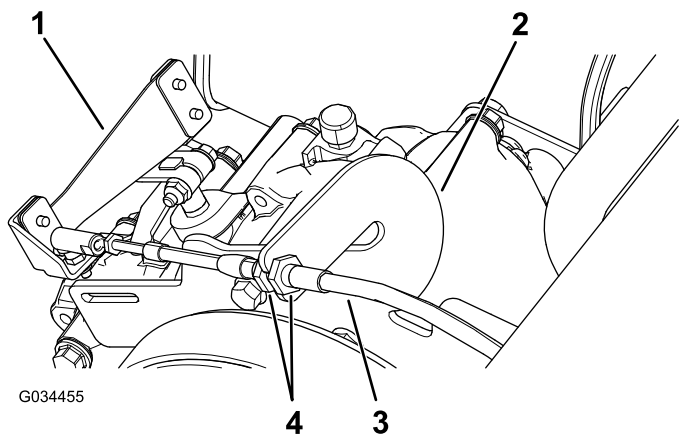

Figure 60
1. Desserrez les écrous de blocage sur le câble de sélection et ajustez-les selon les besoins (Figure 60).
- Vérifiez la position de l'inverseur de marche en tournant le sélecteur aux 3 positions différentes et vérifiez que le levier (Figure 60) passe correctement à chaque position; voir Levier et indicateur d'inverseur de marche (page 12).